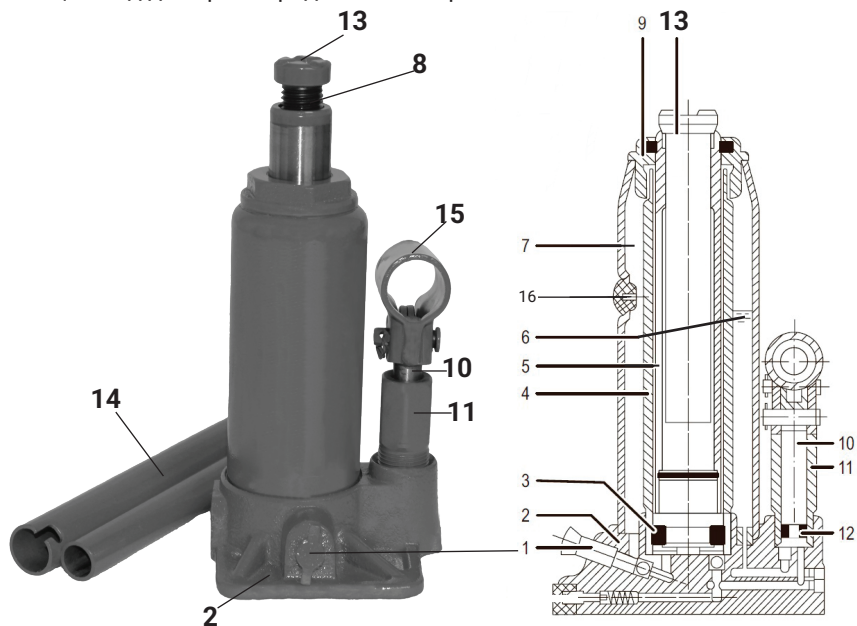

рис.1
6. Общий вид домкрата представлен на рис. 1
2. Установите рукоятку домкрата (рис.1 поз. 14) на перепускной клапан (рис.1 поз. 1) и откройте его, вращая рукоятку против часовой стрелки.
3. Переведите поршень и плунжер домкрата в крайнее нижнее положение. Извлеките резиновую заглушку (рис.1 поз. 16) масляного резервуара. Очистите систему от воздуха (см. «Удаление воздуха из системы»). Убедитесь, что уровень масла чуть ниже края маслозаправочного отверстия.